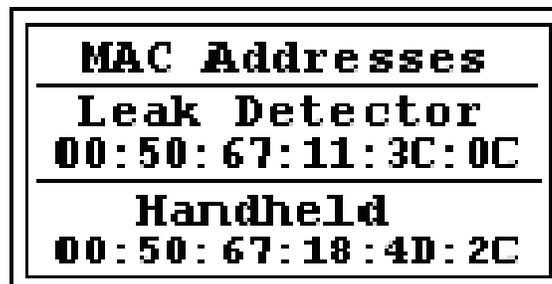

Abbildung 2-32 Verifizierung des MAC-Adress-Bildschirms
7. Drücken von **Enter** und der *MAC-Adress*-Bildschirm erscheint (Abbildung 2-32).